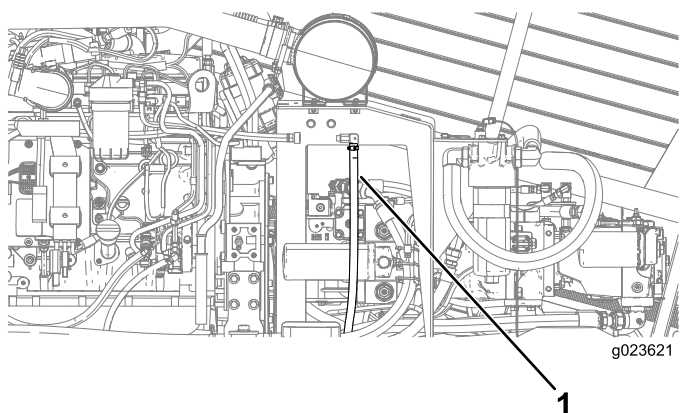

Figura 86
3. Tire suavemente hacia fuera del tubo de ventilación del cárter (Figura 86).
4. Limpie el extremo del tubo de ventilación del cárter (Figura 86).